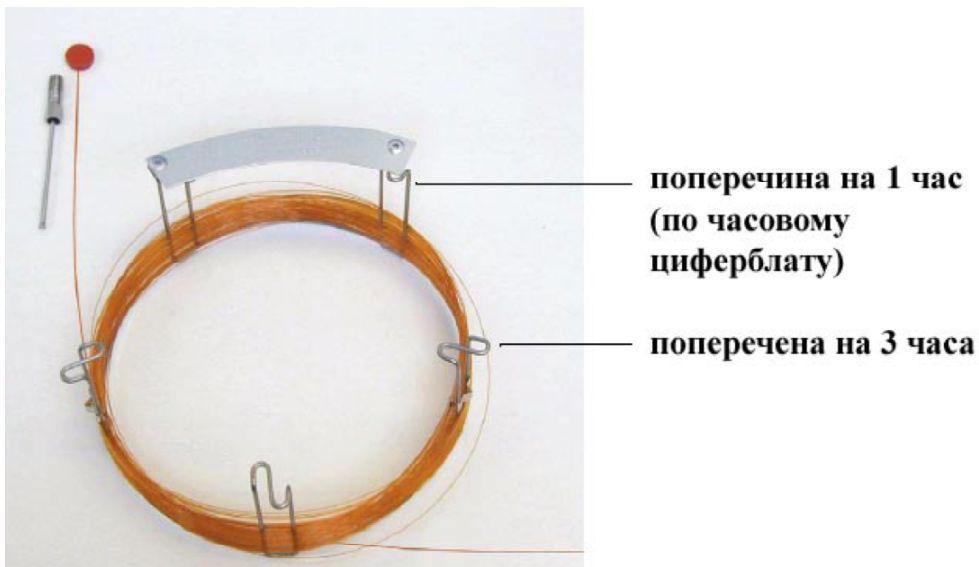

Рисунок 3 Колонка с 2 размотанными кольцами
- 2 Снимите колпачок из септы с ВЫХОДНОЙ стороны колонки и отмотайте два кольца колонки. См. Рисунок 3.